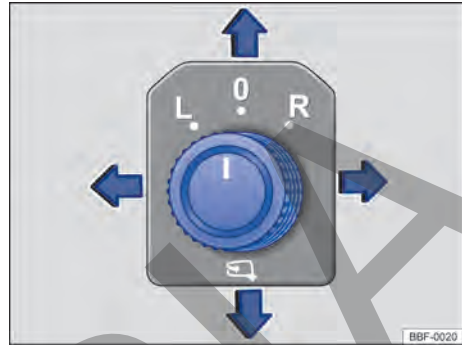

Fig. 84 En la puerta del conductor: mando giratorio de ajuste de los espejos retrovisores externos eléctricos.
- Girar la perilla en la puerta del conductor hasta el símbolo deseado → fig. 84.